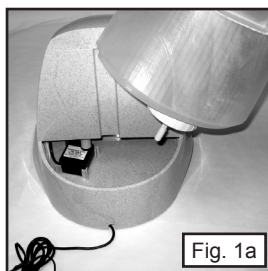

Fig. 1a
- 4) Sollevare il serbatoio e controllare che il tubo di aspirazione sia inserito correttamente nel motore. (Fig. 1a e 1b)